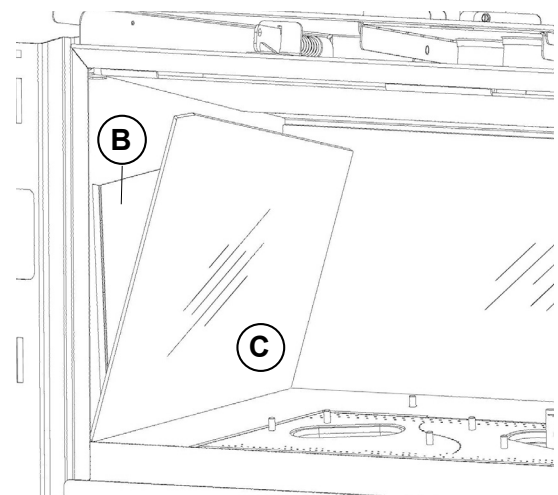

Figure 7.10. Installation du panneau vitré.
- **Jeu vitré seulement** (fig. 7.10) Fixez la plaque d'écartement en acier (B) sur la jupe du brûleur entre la paroi et le panneau latéral vitré (C).